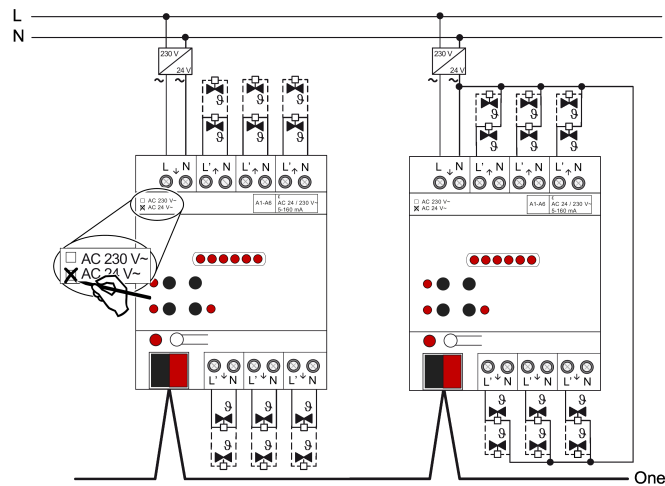

Figura 4: Conexión para actuadores de válvula AC 24 V
- Conectar los actuadores de válvula AC 24 V según el plano de conexiones (véase figura 4). Es posible conectar los actuadores de válvula individualmente y directamente a los terminales de las salidas del actuador de calefacción (ejemplo de conexión izquierda) o alternativamente a través de un conductor común (ejemplo de conexión derecha).